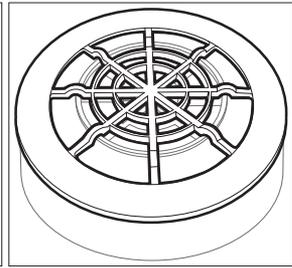

Figura 3
- a. Coloque a aranha (P/N N750038) no cartucho de modo que as oito entalhes encaixem no círculo elevado interno e que o P/N N750038 não esteja de cabeça para baixo. (Figura 3).